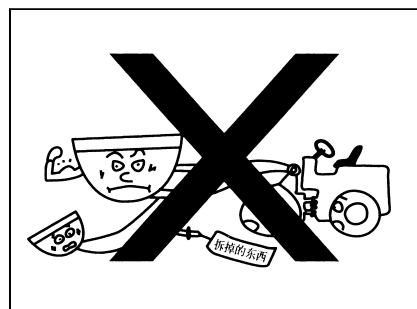

Рис.2-8
- Запрещается проведение реконструкции, влияющей на свойства, безопасность и прочность погрузчика и рабочих устройств. (Рис.2-8)